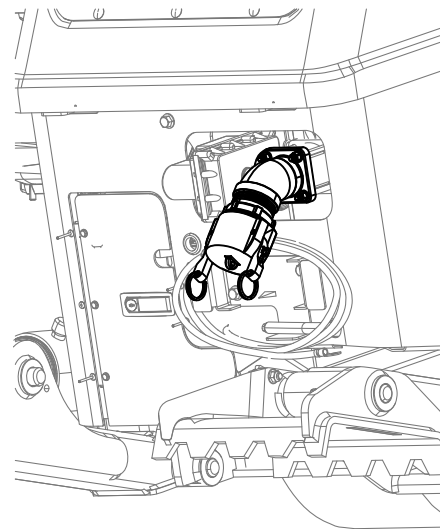

Bild 62
1. Heben Sie die Verschlüsse am Pumpenzulaufdeckel und nehmen den Deckel ab (Bild 62).